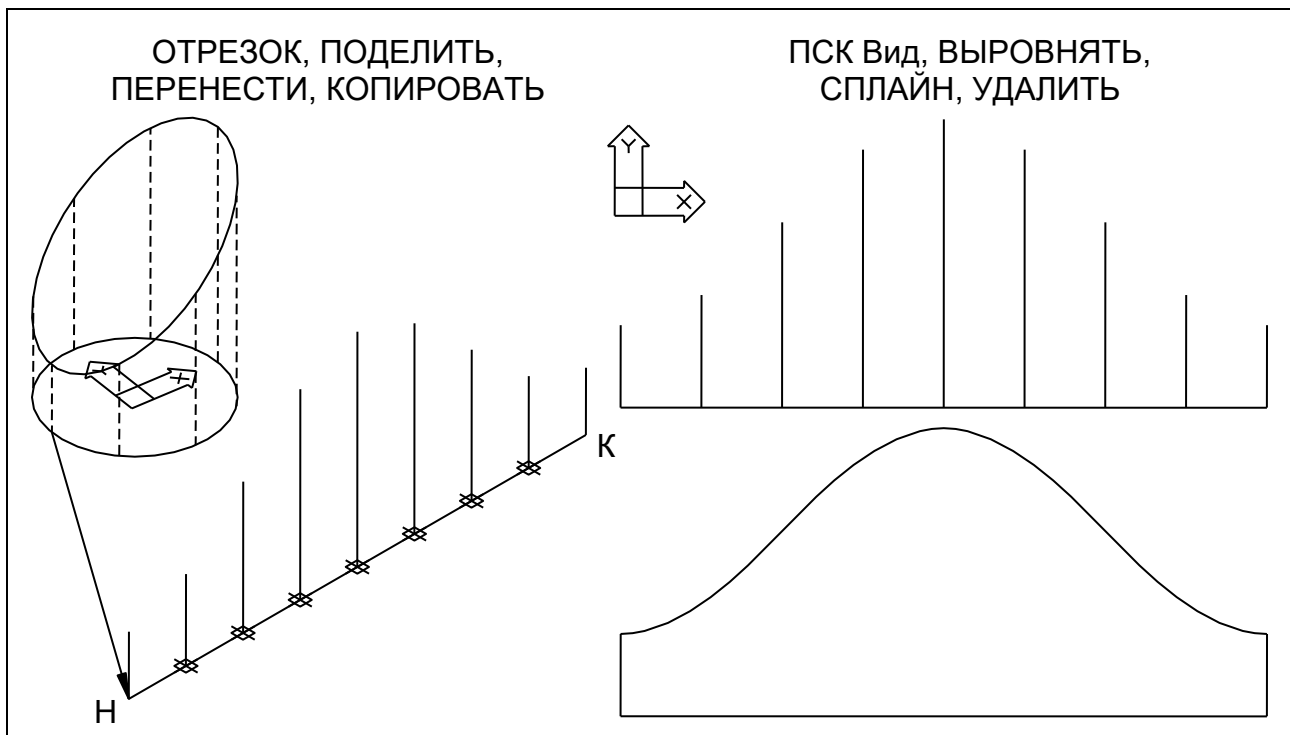

Рис. 42
6. На свободном месте чертежа командой ОТРЕЗОК построить параллельно оси ОХ отрезок НК с длиной, равной длине окружности основания цилиндра (рис. 42).
*Примечание.* На рис. 42 штриховой линией условно показаны образующие в исходных положениях.